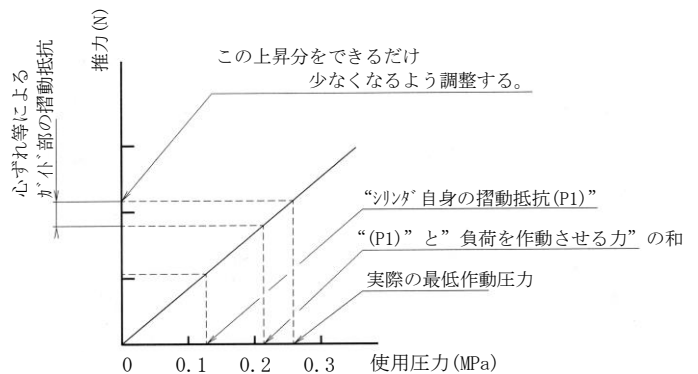

図5 (参考)
- 3) 実際の最低作動圧力は、「シリンダ自身の摺動抵抗」、「負荷を作動させる力」、「ガイド部の摺動抵抗」の3つがプラスされたものです。(図5参照)